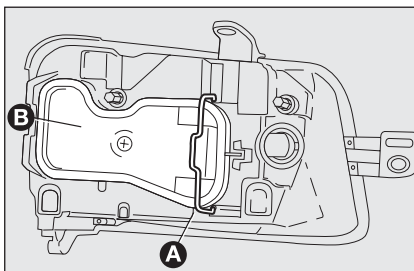

fig. 21
- sganciare la molletta di fissaggio **A-fig. 21** ed asportare il coperchio **B**;
sganciare la molletta di fissaggio **A-fig. 21** ed asportare il coperchio **B**;